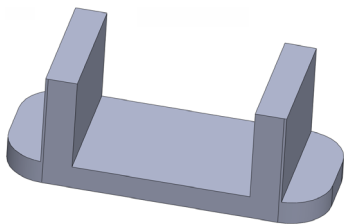

图 5-46 创建圆角特征
(3) 单击【确定】按钮，即可创建圆角特征，如图 5-46 所示。